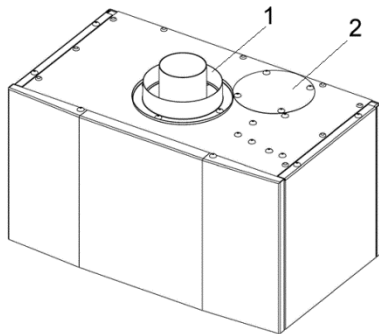

Рис. 11. Коаксиальный фланец.
- снять штатный фланец подключения коаксиального дымохода $\varnothing 100$ мм (поз. 1 рис. 11), открутив 4 винта самонарезающих (далее – самореза);
- снять заглушку притока (поз. 2 рис. 11), открутив 4 самореза;